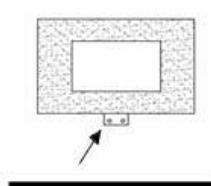

Abb. 5
- Markieren Sie die Position der beiden unteren Löcher für die untere kleine/kurze Halterung (siehe Abb. 5, mit dem Pfeil markiert). Nehmen Sie das Heizgerät herunter.